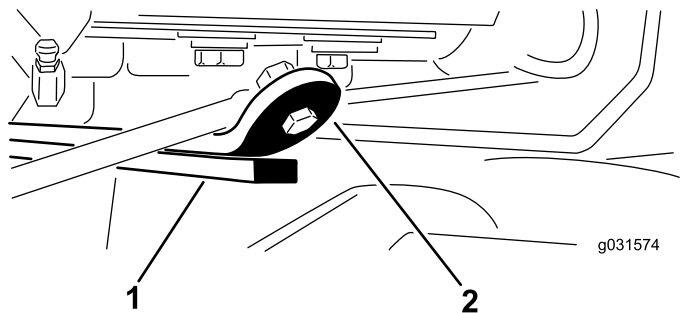

図 14
3. エンジンを始動し、昇降アームを上昇させて、後カッティングユニット上部にあるウェアのウェアストラップとバンパーストラップとの間のすき間が、0.51-2.54 mm になっていることを確認する 図 14。